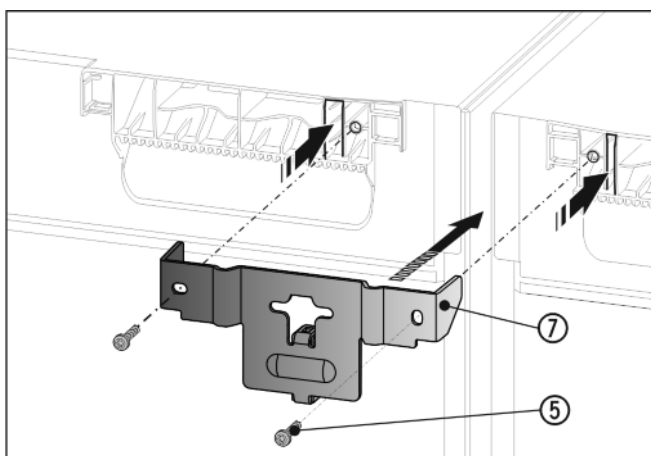

Fig. 9
- ▶ Вкарайте ъгъла Fig. 9 (7) с дистанционера между уредите и езичетата в тавана на уреда. Завинтете с 2 винта Fig. 9 (5).